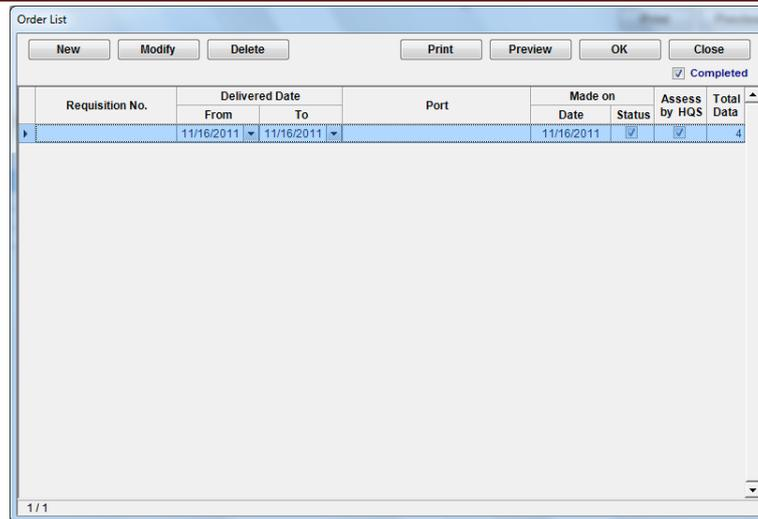

図 8.3 Order List Dialog
4. “Order List”画面(図 8-3) が表示されます。